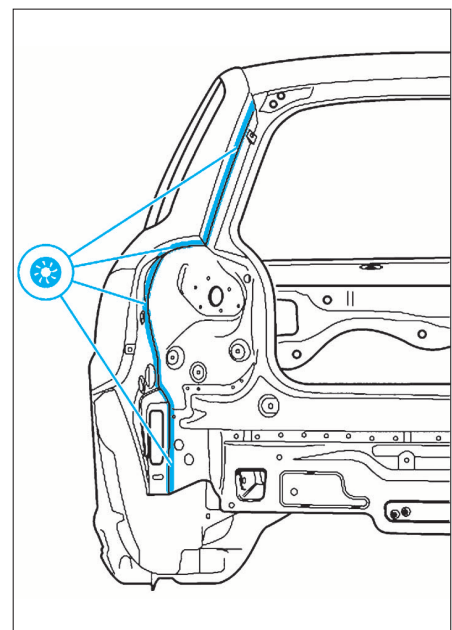

FIG. 29
- Dans la zone des feux arrière et de la gouttière, exécuter une soudure par perçage et bouchonnage sous gaz de protection (Fig.29).